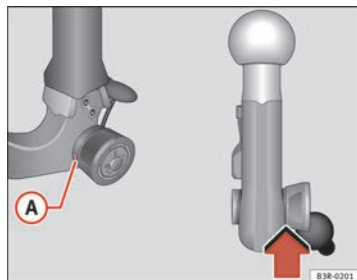

Fig. 168 Dispositivo di traino asportabile
- Controllare che il contrassegno verde **(A)** ⇒ fig. 168 della rotella si trovi in corrispondenza del contrassegno nero sul gancio.